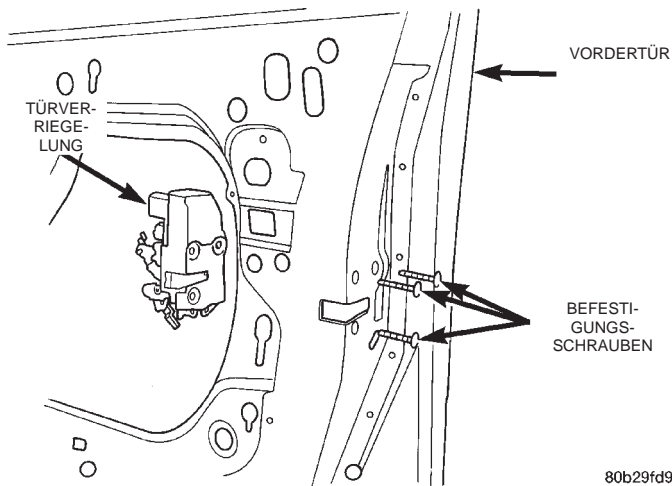

Abb. 37 Türverriegelung/Vordertür
- (1) Scheibe schließen.
- (2) Türverkleidung abbauen.
- (3) Wasserschutzfolie nach Bedarf abziehen.
- (4) Hintere Scheibenführung abbauen.
- (5) Verbindungselement des Schließknopfs von der Türverriegelung lösen.
- (6) Verbindungselement des Schließzylinders von der Türverriegelung lösen.
- (7) Verbindungselement für den Türgriff außen von der Türverriegelung lösen.
- (8) Befestigungsschrauben lösen, mit denen die Türverriegelung am Türrahmen befestigt ist (Abb. 37).
- (9) Türverriegelung von der Tür abbauen.